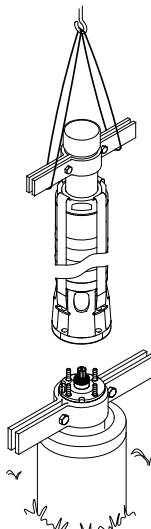

Рис. 16 Підняття насоса в потрібне положення
3. Підніміть насос за допомогою скоб для труб, вставлених у стояк. Див. рис. 16.